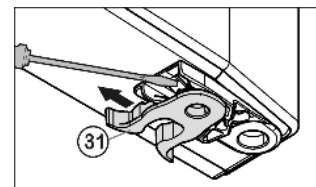

Fig. 7
- переставити Fig. 7 (31) пружинний затискач: Натиснути язичок заціпки вниз, зняти з нього пружинний затискач.